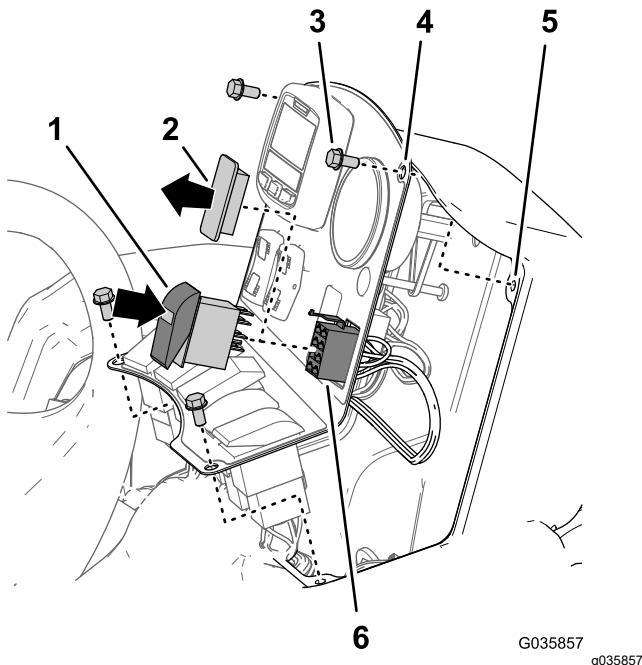

Bild 36
1. Entfernen Sie die vier Bundkopfschrauben ($\frac{1}{4}$ " x $\frac{1}{2}$ ") (falls vorhanden), mit denen die Abdeckung des Bedienfelds oben an der Konsole befestigt ist, wie in Bild 36 abgebildet.
2. Entfernen Sie die Schalterblende von der Abdeckung des Bedienfelds der Konsole (Bild 36).
3. Führen Sie den 8-Buchsen-Stecker des Kabelbaums des Finishingkits für den Ultra Sonic Boom durch die Öffnung in der Abdeckung des Bedienfelds (Bild 36).
4. Schließen Sie den 8-Buchsen-Stecker des Kabelbaums des Finishingkits für den Ultra Sonic Boom, der mit SONIC MODE MANUAL VS. AUTO beschriftet ist, am Kippschalter an (Bild 36).
5. Setzen Sie den Kippschalter in die Öffnung im Bedienfeld, bis der Schalter einrastet (Bild 36).
6. Fluchten Sie die Löcher in der Abdeckung des Bedienfelds mit den Löchern in der Oberseite der Konsole aus (Bild 36).
7. Befestigen Sie das Bedienfeld mit den vier in Schritt 1 entfernten Schrauben an der Konsole (Bild 36).